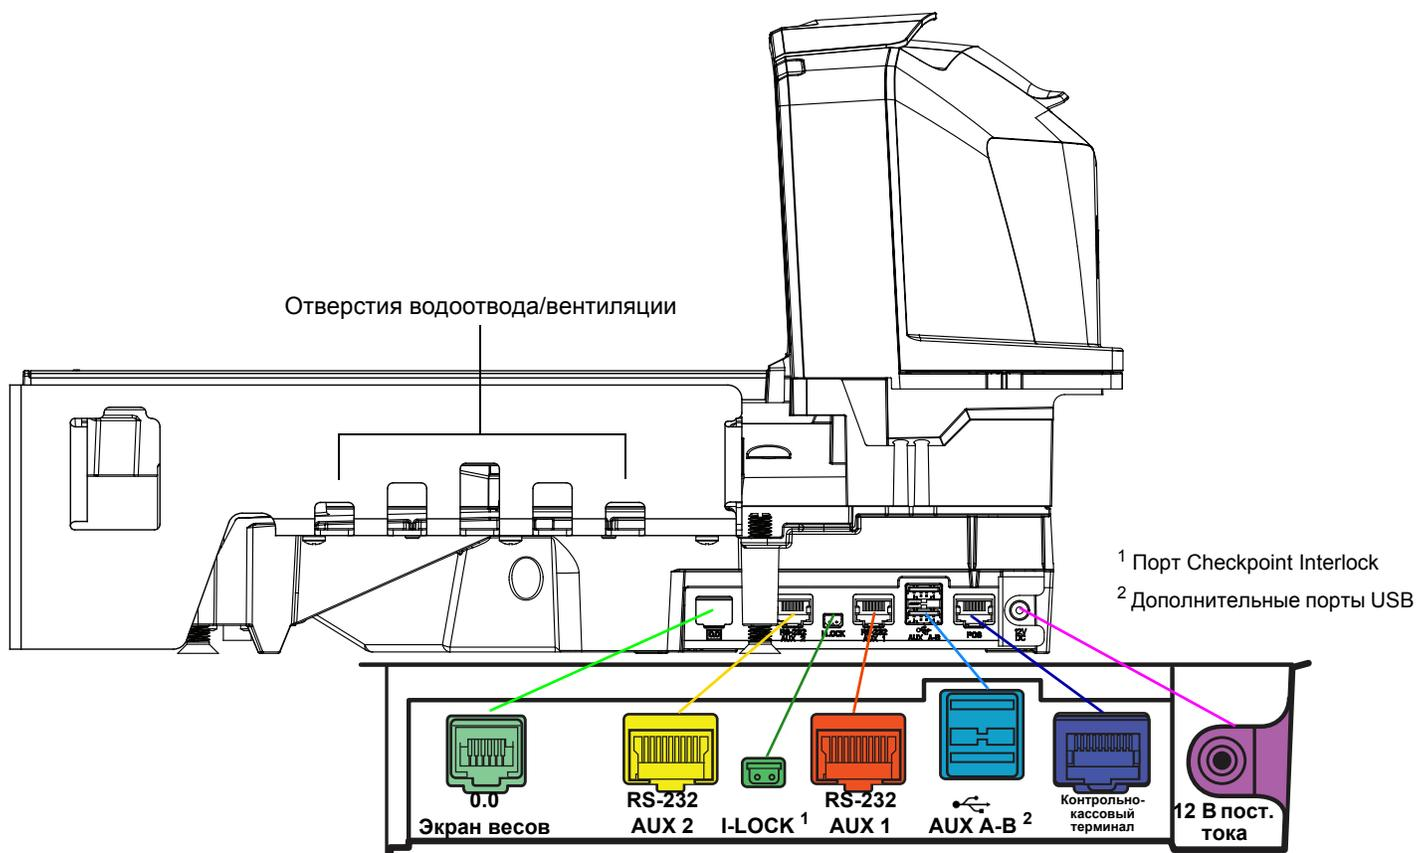

Рис. 1-3 Боковой вид справа/соединительные порты
- Два дополнительных порта RS-232 (AUX 1/AUX 2; см. Рис. 1-3 на стр. 1-9).
- Сканер-весы с двумя кабелями: через порт RS-232 AUX 1 или RS-232 AUX 2 (см. Рис. 1-3 на стр. 1-9 и Табл. 2-3 на стр. 2-13).